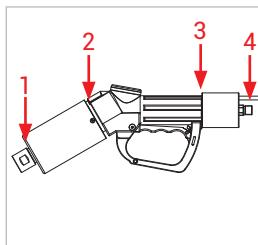

Figure 21
- Vérifiez les points de mesure suivants (*Figure 21*)
- Réceptacle de service WEH® (1)
- Manchon de protection anti-choc et poignée (2)
- Raccord tournant et poignée (3)
- Raccord (4)